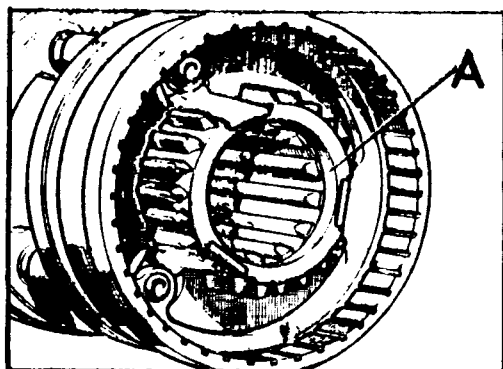

Fig. C-91 Mecanismo sincronizador
- 3.3. Montar el conjunto sincronizado en el eje principal, con la zona rebajada del núcleo interior hacia el piñón de 3ª velocidad (Fig. C-91).